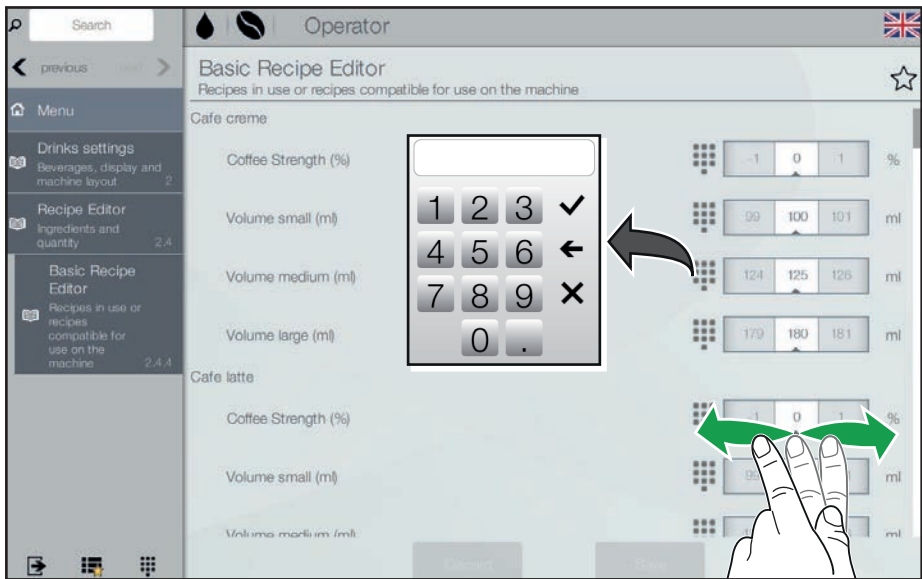

Fig. 6.9 - Opskrift-editor (Volumen / Styrke)
- Indstil de ønskede værdier ved hjælp af tastatur eller værdivælger (fig. 6.9).